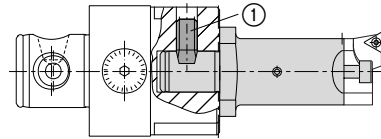
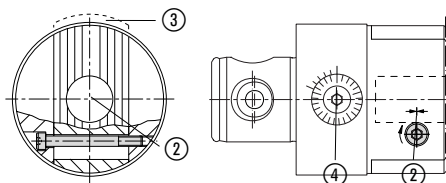

fig. 6
fig. 12
Corps avec face striée et face d'appui : fixation avec goupille filetée ① en l'état par lamage conique sur la queue (fig. 6).
L'outil est équipé avec une vis de serrage (2). Le coulisseau (3) est serré au travers de la vis de serrage à l'aide de deux mors. Grâce à ce type de serrage "Etau", la stabilité du diamètre est assurée lors du serrage. Aucune variation de côte n'affecte l'outil de cette opération de serrage (fig. 12).
Les pièces constitutives des mécanismes de réglage sont des pièces de précision montées les unes par rapport aux autres. Elles ne sont donc pas interchangeables. Les pièces interchangeables par l'utilisateur, ① (fig. 6), ② (fig. 12) et ⑤ (fig. 3), sont indiquées dans les tableaux ci-dessous: